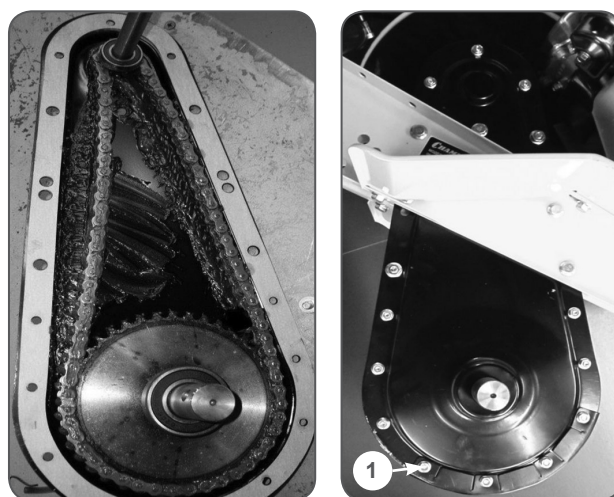

Рис.7
Для замены смазки снимите редуктор с культиватора, открутите болты крепления половинок корпуса редуктора (1) Рис.7.